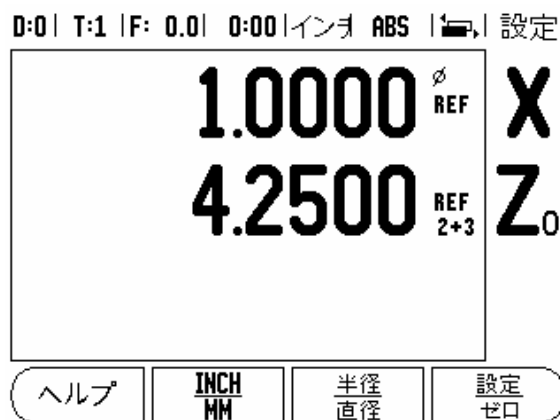

図 II. 4 Z カップリングの有効化
- ▶ 装置の背面にあるエンコーダ入力に関連付けられた数字キーを押します。**+** または **-** ソフトキーを押して、1 番目の入力と 2 番目の入力をカップリングします。入力番号は軸ラベルの横に表示され、その位置がカップリングされていることを示します (例: 2 + 3)。図 II. 4 を参照してください。図 II. 4。
Z₀ と Z 軸をカップリングし、結果を Z₀ ディスプレイに表示する場合は、Z₀ キーを約 2 秒間押し続けます。Z 位置の合計は Z₀ ディスプレイに表示され、Z ディスプレイは空白になります。図 II. 4 を参照してください。図 II. 4.